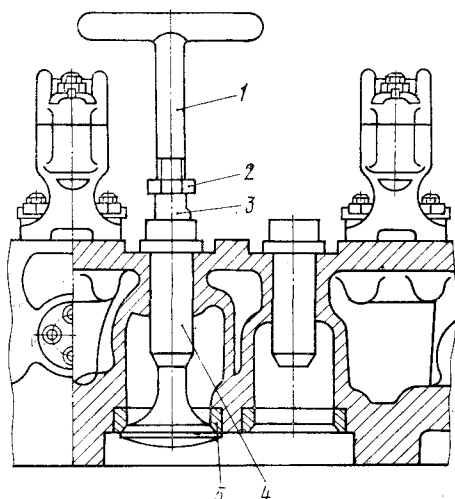

Рис. 120. Приспособление для притирки клапанов: 1 — приспособление; 2 — гайка; 3 — клапан; 4 — направляющая клапана; 5 — седло клапана
- 1) покройте фаску равномерным слоем притирочной пасты и вставьте клапан в гнездо согласно обозначению на головке (рис. 119); цифры от 1 до 12 — гнезда в головке блока (счет со стороны передачи); трехзначная цифра — комплект (номер головки блока), буква с цифрой на головке клапана и тарелке — спаренность. Присоедините приспособление (рис. 120) к стержню клапана и, поворачивая его в обе стороны на 90° ... 120° , сделайте грубую притирку его к седлу. При поворачивании клапана слегка нажимайте и отпускайте вороток приспособления;